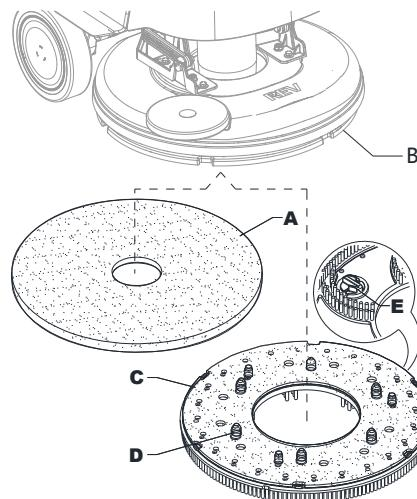

Figure 5
- S'assurer que le plateau REV (41) est soulevé.
- Couper la machine avec le bouton marche/arrêt (62).
- En fonction du traitement à effectuer sur le sol, installer le tampon (A, Fig. 5) ou la brosse (C, en option) en suivant les instructions ci-dessous :
- Placer le tampon (A) sous le plateau et l'appuyer jusqu'à la fixation avec le velcro du disque d'entraînement (B).
- Placer la brosse (C, optionnelle) sous la tête, puis faire correspondre les pions de centrage (D) aux trous respectifs du disque d'entraînement (B), ensuite accrocher la brosse avec les trois vis de fixation (E).